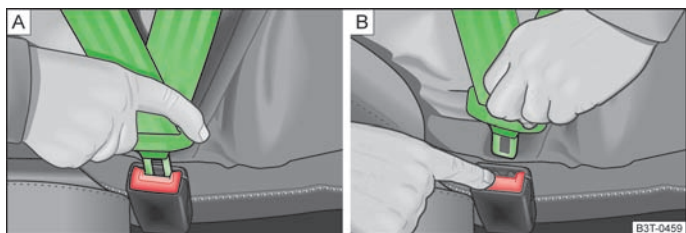

Abb. 93 Sicherheitsgurt anlegen / ablegen
- Die Schlosszunge in das zum Sitz gehörende Gurtschloss » Abb. 93 - [A] stecken, bis diese hörbar einrastet.
- Die rote Taste im Gurtschloss » Abb. 93 - [B] drücken, die Schlosszunge springt heraus.